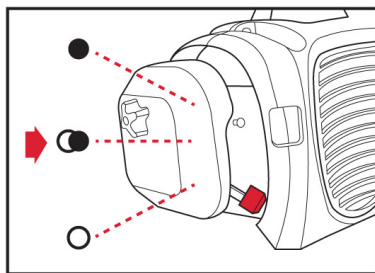

Fig. 5B
2. Situar la palanca del carburador en la posición MEDIO . (Fig. 5B)